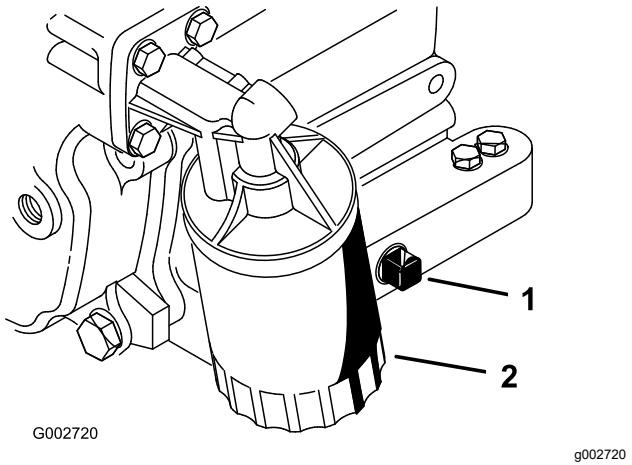

Figure 28
2. Retirez le bouchon de vidange (Figure 28) et laissez couler l'huile dans un bac de vidange. Remettez le bouchon quand la vidange est terminée.
3. Déposez le filtre à huile (Figure 28).